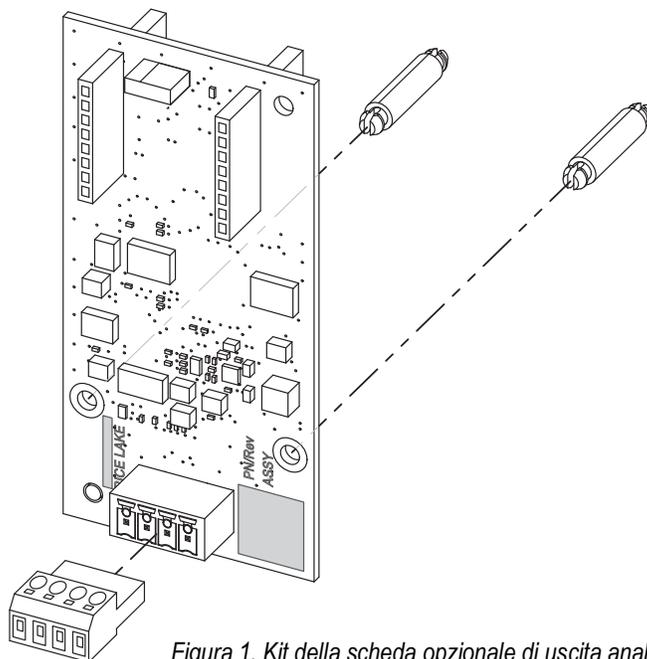

Figura 1. Kit della scheda opzionale di uscita analogica
3. Collegare i due elementi isolatori alla scheda opzionale come illustrato nella Figura 1 nella pagina precedente.